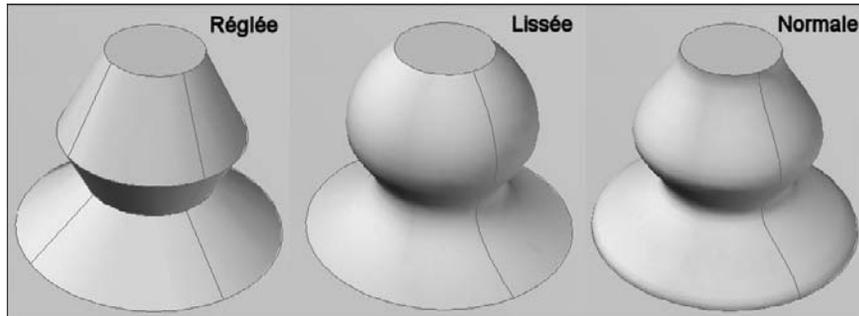

Fig.18.24
- ▶ **Règlée (Ruled)** : indique que la surface ou le solide est réglé (transition droite) entre les coupes et que ces dernières ont des arêtes aiguës (fig.18.24).